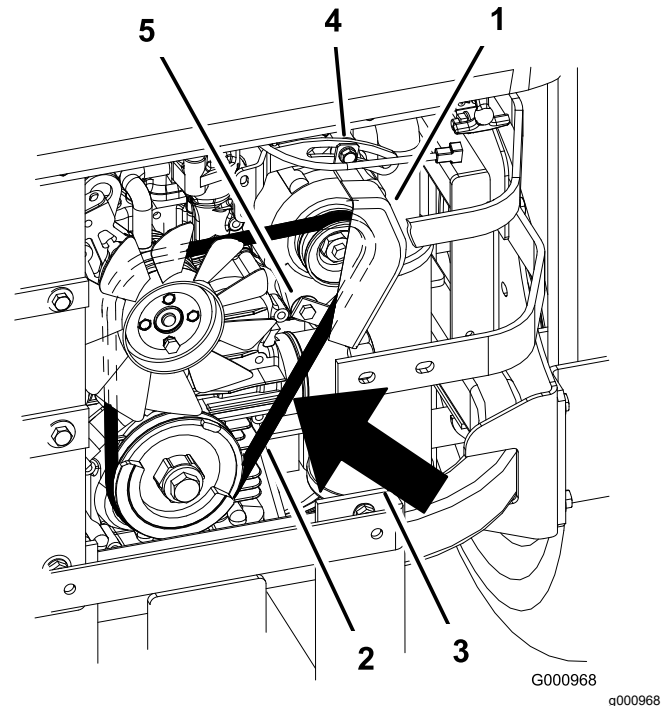

Bild 90
2. Stellen Sie die Lichtmaschine nach außen ein, sodass der Riemen zwischen den Motor- und Lichtmaschinenspannscheiben beim Aufbringen einer Kraft von 10 kg 7 mm bis 9 mm durchbiegt (**Bild 90**).
5. Wenn die Spannung richtig ist, ziehen Sie die untere und obere Schraube fest (**Bild 90**).